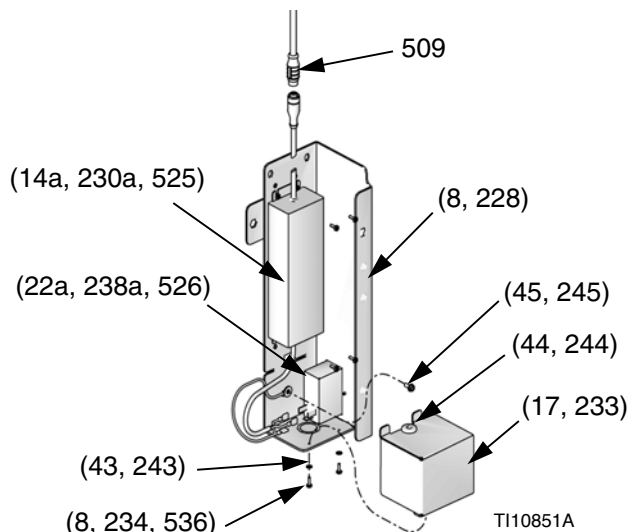

Рис. 42
- Подсоедините кабель питания к сети контроллеров (509). См. Рис. 42.
- Подключите коричневый провод к линии (L).
- Подключите синий провод к нейтральному (N).
- Установите переднюю и заднюю крышки кожуха (6, 7), стопорные шайбы (504) и винты (503). См. иллюстрации деталей комплекта DataTrak на стр. 50.